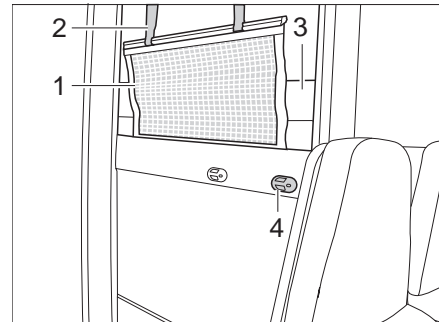

Bild 126 Etagenbett (Seite)
- Matratze (Bild 126,3) von oberem Bett nehmen und auf unteres Bett legen.
- Die Aufstiegsleiter mit den Holmen in die Halterung (Bild 126,4) an der Blende einhängen.
Das Sicherungsnetz (Bild 126,1) ist serienmäßig zwischen Matratze und Lattenrost verstaut. Das Sicherungsnetz erst aufspannen, wenn sich die Personen bereits im Bett befinden.
- Die Haltebänder (Bild 126,2) in die Halterungen an der Decke einrasten.